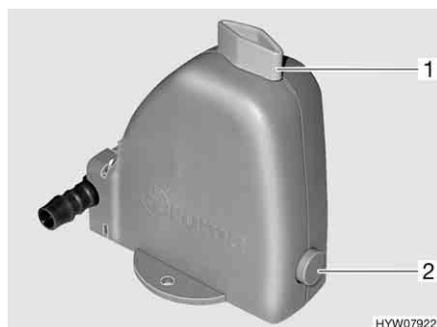

Fig. 182 Válvula de segurança e de descarga do termoacumulador
O termoacumulador está equipado com uma válvula de segurança e de descarga (Fig. 182). A válvula de segurança e de descarga impede que a água gele no termoacumulador, quando o aquecimento não está ligado em caso de gelo.
- Feche a válvula de segurança e de descarga. Para isso, rode o botão giratório (Fig. 182,1) transversalmente em relação à válvula de segurança e de descarga e empurre o botão de pressão (Fig. 182,2) para dentro.
- Abra a válvula de segurança e de descarga. Para isso, rode o botão giratório (Fig. 182,1) longitudinalmente em relação à válvula de segurança e de descarga. O botão de pressão (Fig. 182,2) salta para fora. O termoacumulador é despejado para fora através da válvula de segurança e de descarga.